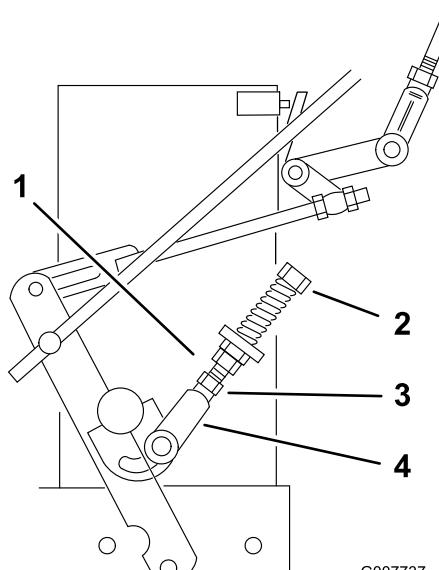

Bild 32
Neutral-Steuergestänge eingestellt werden (Bild 32). Wenn die Räder stoppen, gehen Sie auf Schritt 12.
10. Lösen Sie die Mutter gegen den Neutral-Steuergestängebügel (Bild 32).
11. Stellen Sie das Neutral-Steuergestänge ein, bis sich das entsprechende Antriebsrad nicht mehr dreht, wenn der Antriebshebel gegen die Neutral-Feder (Neutral-Stellung gezogen wird (Bild 32).
12. Drehen Sie die Einstellschraube um ca. eine Viertelumdrehung nach rechts, wenn sich das Rad rückwärts dreht, oder drehen Sie die Schraube um ca. eine Viertelumdrehung nach links, wenn sich das Rad vorwärts dreht (Bild 32).